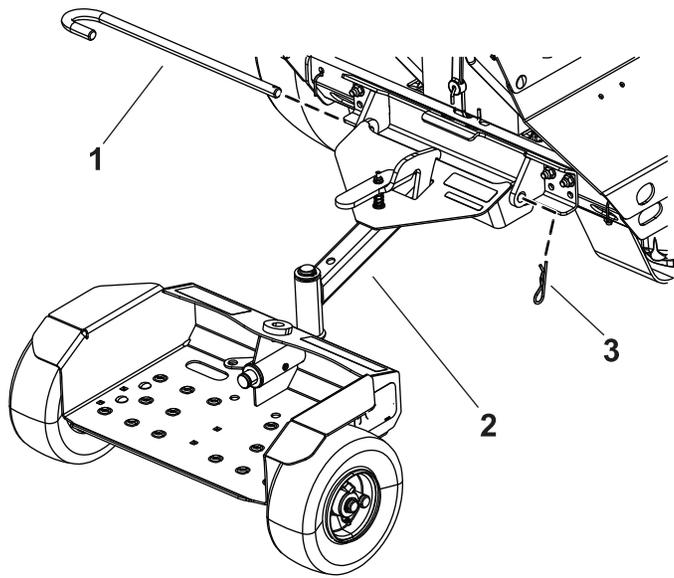

Figura 3
2. Conecte el patín al soporte con el pasador de giro y el pasador de horquilla (Figura 3).